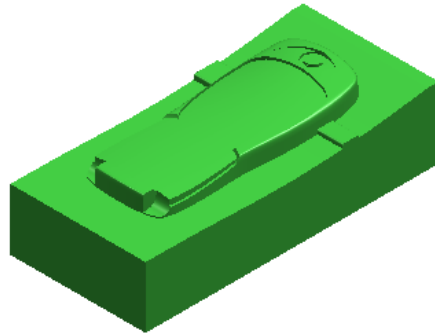

图 4-1
- 型腔铣可用于所有零件的粗加工，例如图 4-1 和图 4-2 所示的典型模具零件等。粗加工切除大量的毛坯材料，为半精加工和精加工做准备。
- 型腔铣刀轨为水平层状，切削层垂直于刀具轴线，每一切削层切削到零件轮廓。例如，图 4-3 和图 4-4 分别为图 4-1 和图 4-2 所示零件使用型腔铣的粗加工过程，其最终加工结果接近于零件形状。